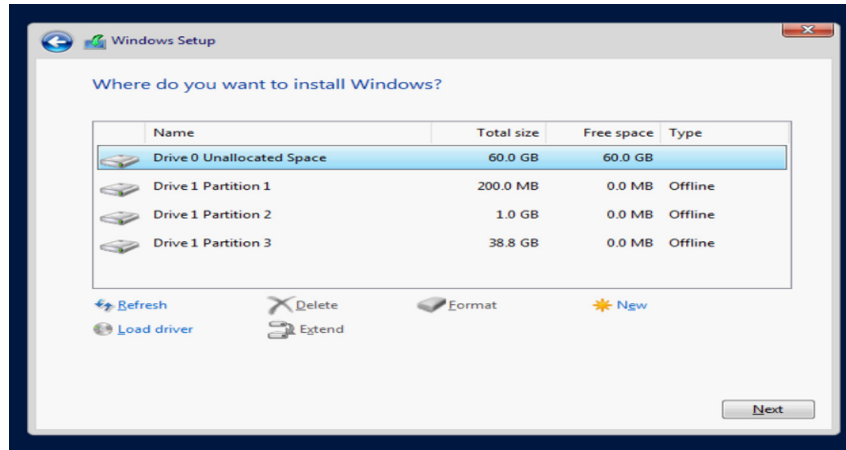

Ilustración 6-17. Configuración de Windows: Selección de destino de instalación
3. En la ventana de configuración de Windows (Ilustración 6-17), seleccione el nombre de la unidad en el que instalar el controlador.